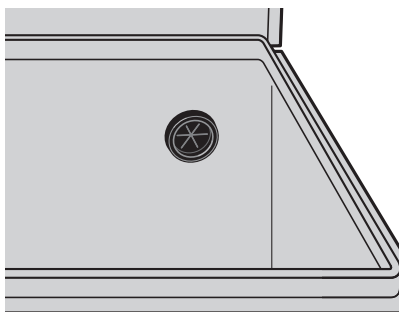

Figure 5
3. Placez l'œillet de caoutchouc Rapid Pass^{MC} de l'intérieur de la boîte dans le trou et assurez-vous qu'il est bien placé. ASSUREZ-VOUS AUSSI QU'AUCUN BORD TRANCHANT N'EST EXPOSÉ (figure 5).